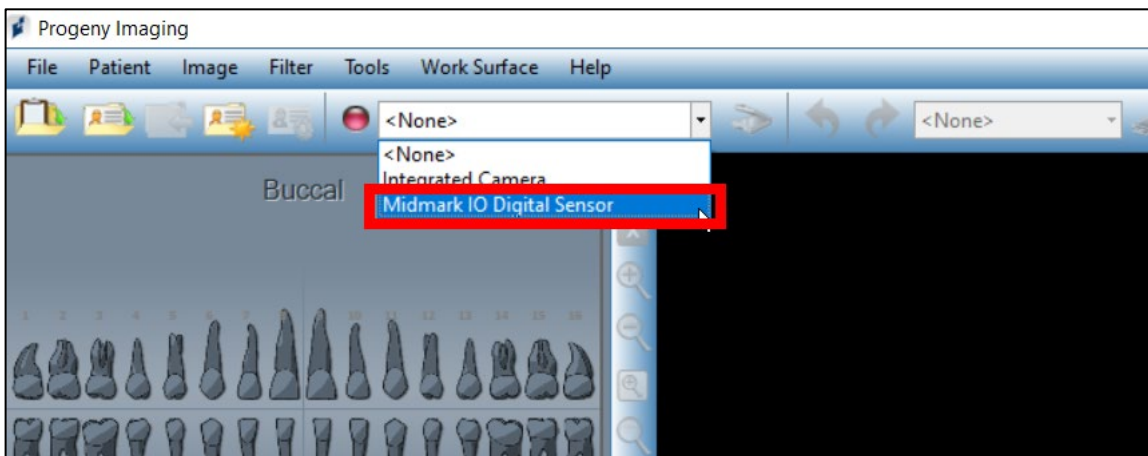

Figure 22. Le menu déroulant de sélection des dispositifs dans Progeny Imaging.
- Un menu déroulant s'affiche avec une liste de dispositifs. Cliquer sur le nom correspondant au dispositif qui vient d'être branché. (par exemple, « Capteur numérique Midmark IO »). Voir la figure 22 ci-dessous.